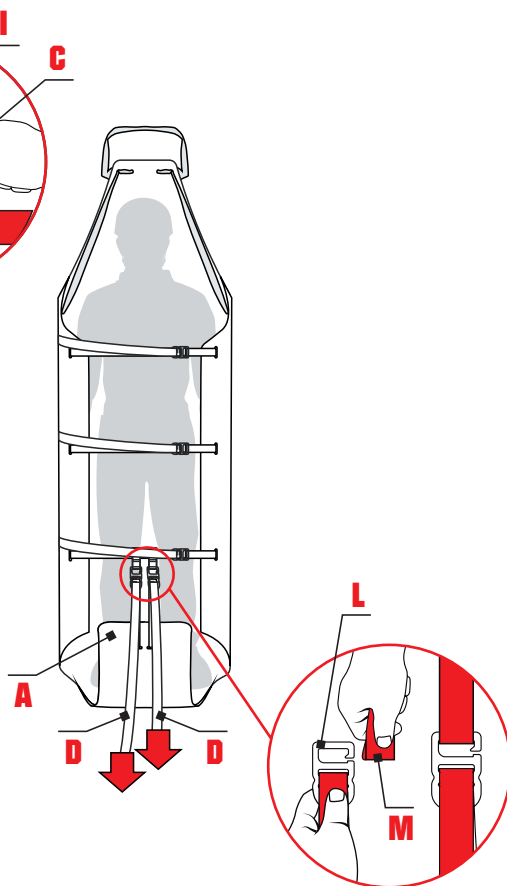

Fig.20
- inserire le fibbie con gancio (L) nelle corrispondenti fettucce con asola (M) e tensionare la fettucce (D) per sollevare la parte terminale del piano di appoggio (A) di quanto necessario a contenere i piedi del paziente (fig. 20),